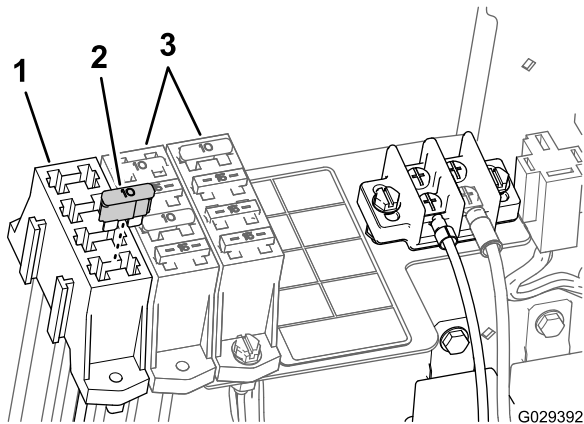

Figura 24
2. Instale el fusible de 15 amperios en la toma que localizó del bloque de fusibles auxiliares (Figura 24).